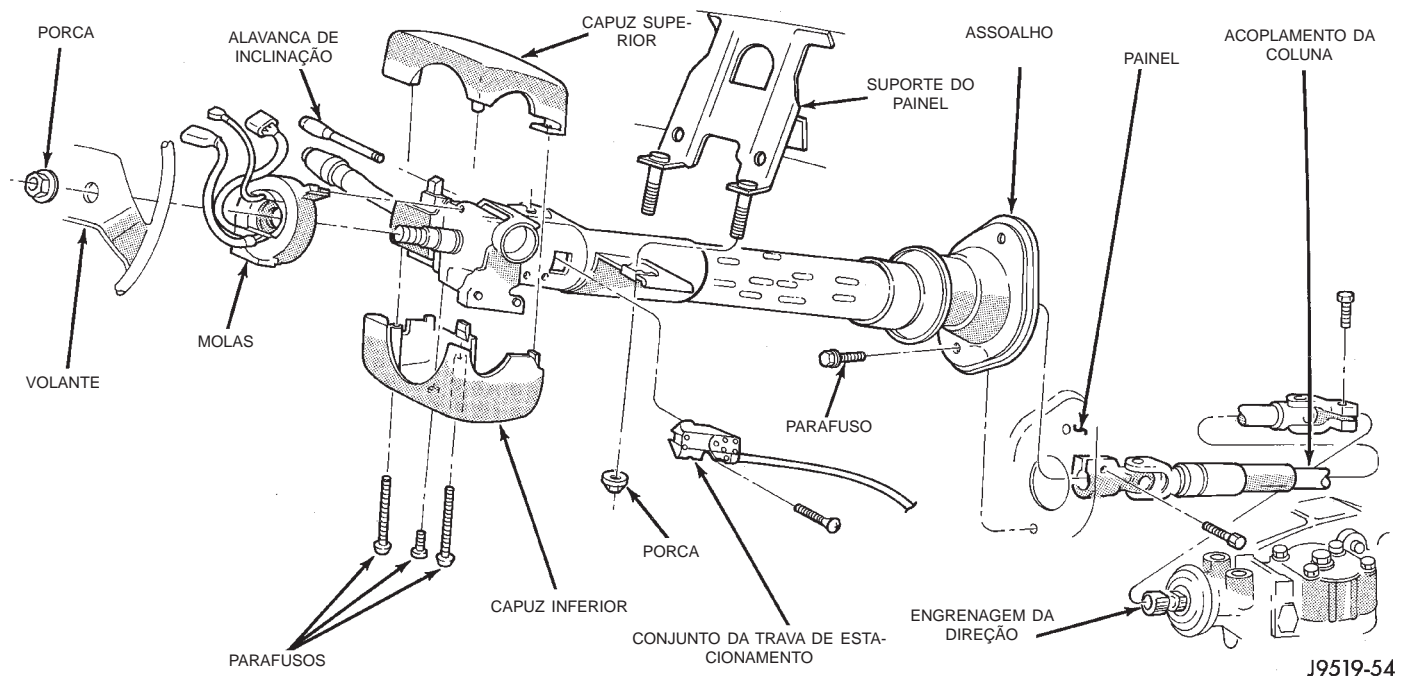
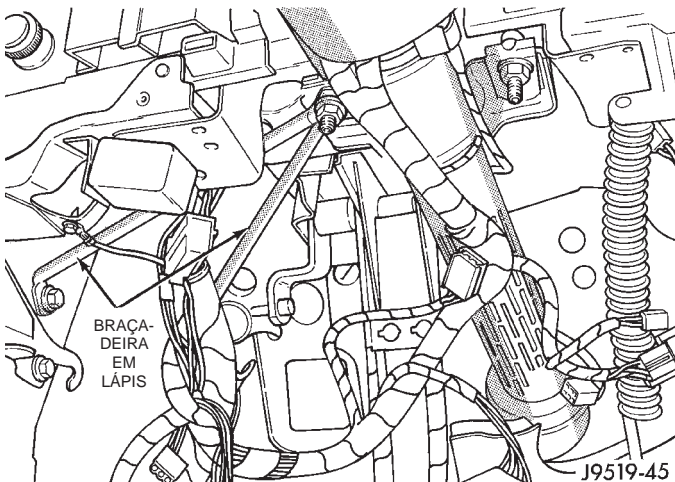

Fig. 5 Coluna de Direção
Fig. 6 Braçadeiras da Coluna de Direção
(5) Remova os parafusos de aperto superiores de acoplamento da coluna (Fig. 5).
(6) Remova a caixa do relé.
(7) Remova a alavanca de inclinação da coluna (se equipado).
(8) Remova os capuzes superior e inferior da coluna de direção.
(9) Remova o capuz inferior fixada na coluna.
(10) Remova as braçadeiras da coluna (Fig. 6).